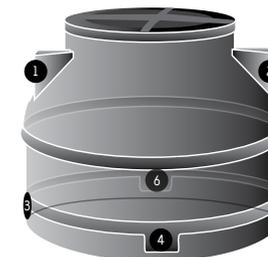

Fig. 7
PASSO 2 Inicie a furatura da cisterna nos pontos indicados pelo fabricante (ver pág. 9, fig. 7). Para isso, utilize serra-copo compatível com o diâmetro das flanges.